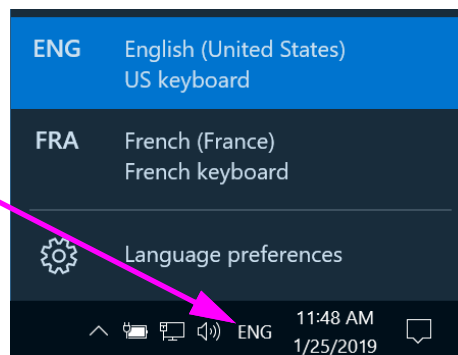

Figura C-21. Menú desplegable de idioma - Pantalla de inicio de sesión (Windows 10)
- Haga clic en el icono de tres letras y aparecerá un menú semejante al que se muestra en la parte superior de la Figura C-21.